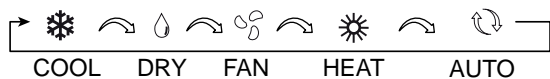

Fig. 27: Impostazione della modalità di funzionamento
– Ogni volta che si preme il tasto , si modifica la modalità nella sequenza mostrata nella Fig. 27.